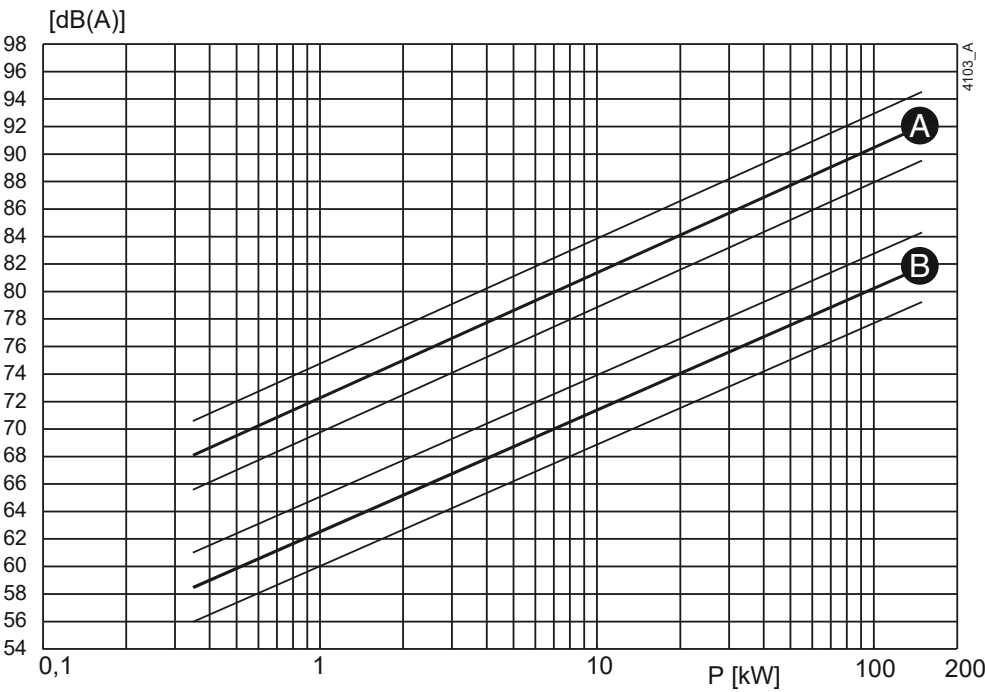
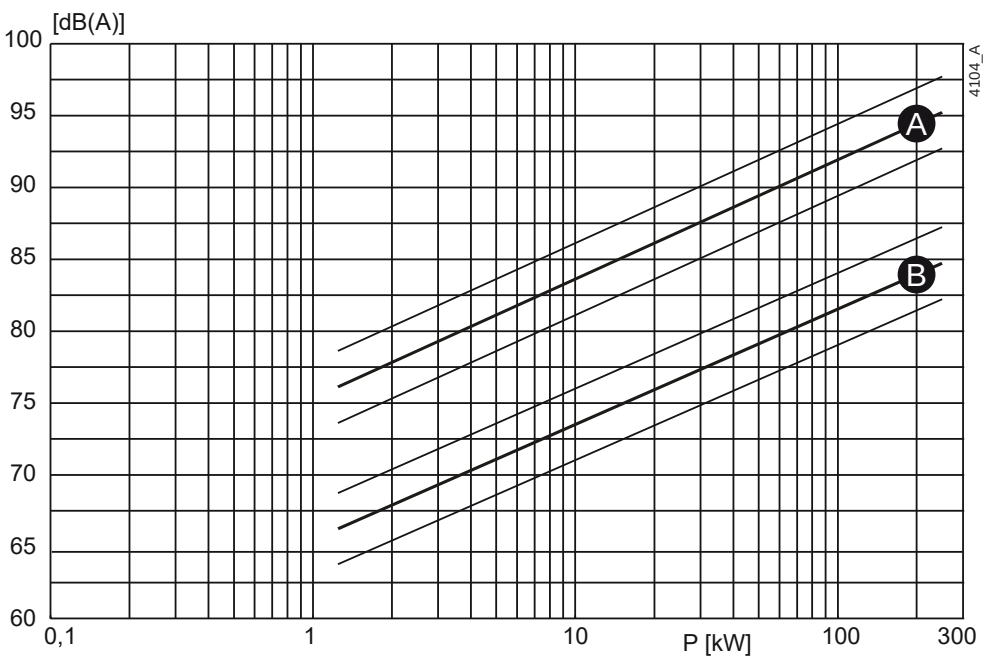

图 97: 1450 min⁻¹ 时噪声级与泵功率 [kW] 之间关系
图 98: 2900 min⁻¹ 时噪声级与泵功率 [kW] 之间关系
- 1 确定泵的噪声级 (L1)，请参阅 图 97 或 图 98。